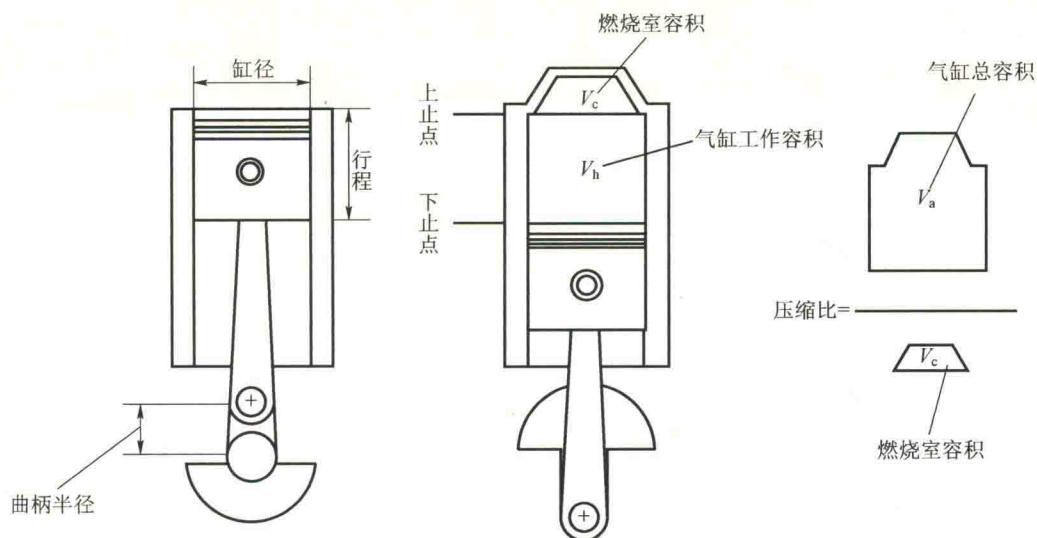

图 1-1-30 发动机的相关概念
发动机的相关概念如图 1-1-30 所示。
(9) 压缩比 (ϵ) ——气缸总容积与燃烧室容积的比值, 如图 1-1-30 所示, 即